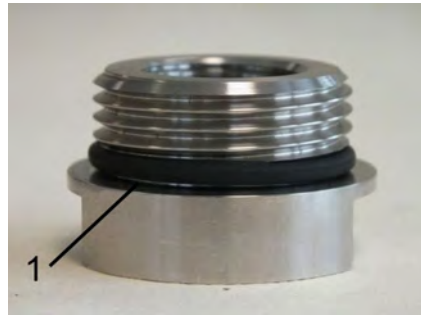

Abb. 56: Position des O-Rings
1. O-Ringe (Abb. 55/2) mit Hilfe des O-Ring Montagewerkzeuges (Abb. 55/1) auf beide Verschraubungen (Eingang/ Ausgang) aufziehen, so dass diese im O-Ringsitz der Verschraubungen sitzen (Abb. 56/1). Dabei darauf achten, dass die O-Ringe nicht überdehnt werden
2. Position des O-Rings auf der Verschraubung (Abb. 56/1)